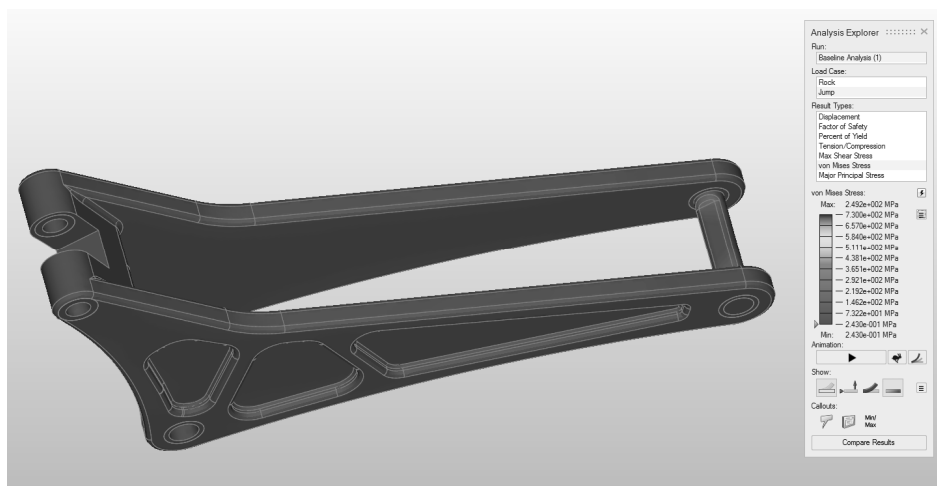

图 8-20
- 5) 现在铰也显示为蓝色，显示效果良好，如图 8-20 所示。